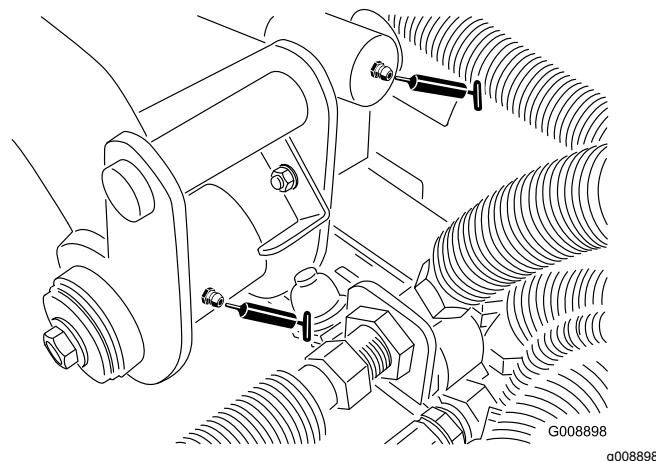

Figura 31
- Pivotes (2) y cilindro de elevación del brazo de elevación trasero (Figura 31)